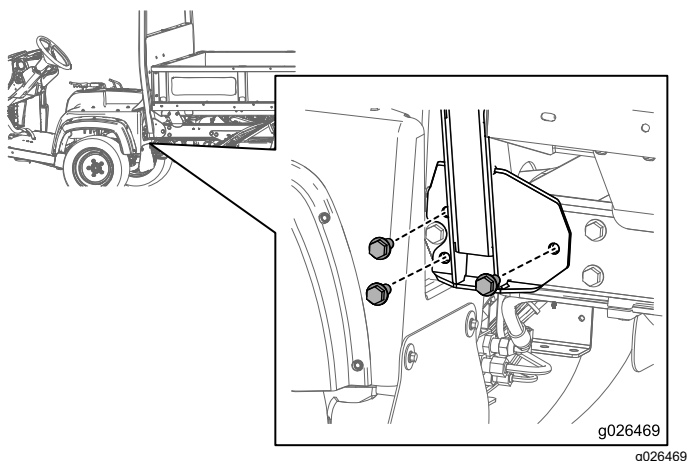
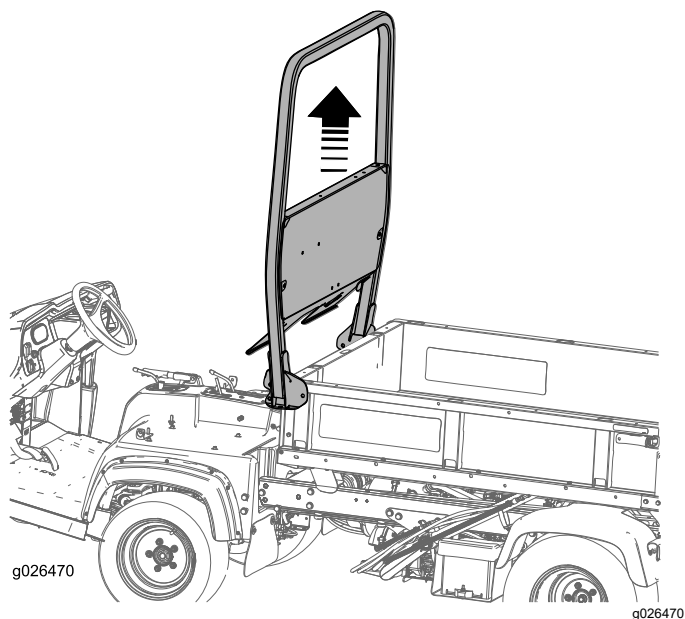

Bild 9
Bild 10
1. Entfernen Sie die sechs Schrauben, mit denen der  berrollschutz am Maschinenrahmen befestigt ist, wie in Bild 9 und Bild 10 abgebildet.